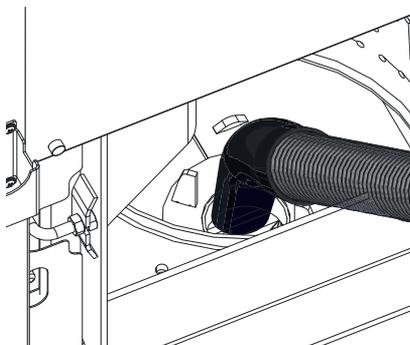

Fig. 43 Primärluftrohr mittels Saugrohr aussaugen
- Verbrennungsrückstände im Brennertopf mit Staubsauger absaugen. Asche auch aus Primärluftrohr (in der Mitte des Brennertopfes) saugen – Fig. 43.